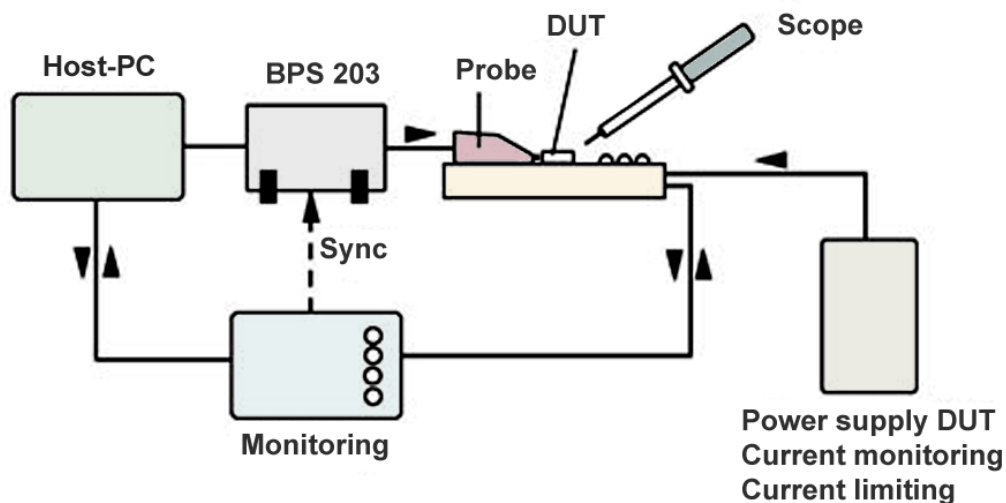

Bild 1 – Komponenten eines möglichen Messaufbaus
Bild 1 zeigt das Zusammenspiel der einzelnen Komponenten in einem möglichen Messaufbau.
Die BPS 203 dient als Hochspannungsversorgung und Steuereinheit für die verschiedenen ESD-Probes. Am Beispiel mit dem ESD generator P331 werden die Komponenten des Messplatzes nach Bild 1 aufgebaut. Die GND-Plane GND 25 und zugehörige Adapter gehören nicht zum Lieferumfang. Die Steuerung des Messsystems erfolgt mittels PC über eine USB-Schnittstelle und die Software BPS 203-Client (nicht im Bild dargestellt). Die Hochspannung (bis 9,5 kV) wird in der BPS 203 erzeugt und über das HV-Kabel an die Probe übertragen. Über das Steuerkabel wird die jeweils angeschlossene Probe von der BPS 203 gesteuert.
1. P331 und P331-2: Die Probe P331 ist zum Einspeisen steilflankiger ESD-Impulse in Interface-Koppelnetzwerke vorgesehen (Ethernet, LVDS, USB, ...). Die Einkopplung kann auch direkt in die Pins eines ICs erfolgen. Der IC kann bei direkter Einkopplung in die Pins zerstört werden! Bild 1 zeigt den Aufbau eines Messplatzes mit der Probe P331.